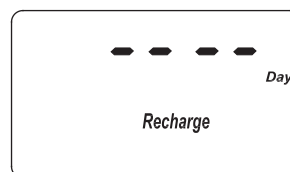

FIG. 30
1. Mantenga oprimido el botón PROGRAM (Programar) hasta que aparezca la pantalla que se indica en la Fig. 29. Cuando ello ocurra, oprima cuatro veces el botón PROGRAM (Programar) y aparecerá la pantalla que se indica en la Fig. 30.